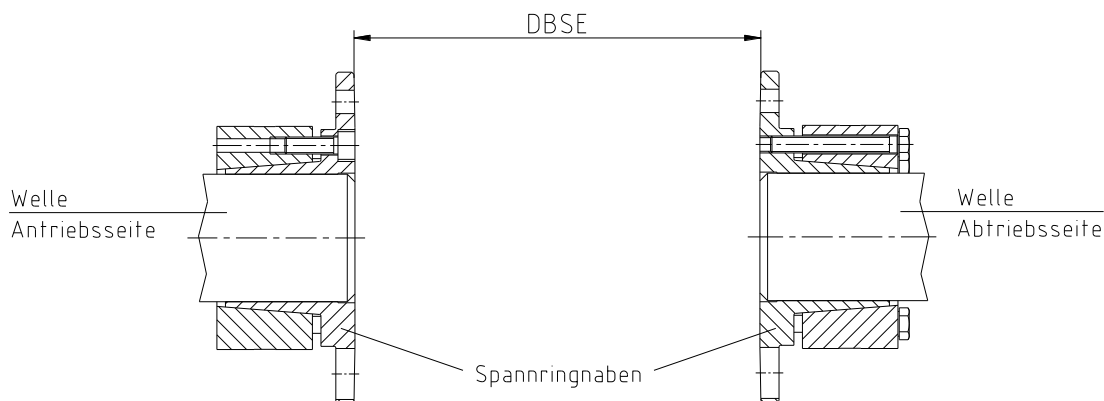

Bild 19: Montage der Spannringnaben
- Montieren Sie die Spannringnaben auf die Welle der An- und Abtriebsseite (siehe Bild 19).
- Die Innenseiten der Spannringnaben müssen bündig mit den Stirnseiten der Wellen abschließen (siehe Bild 19).